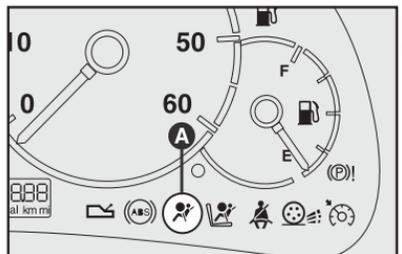

fig. 80
**Girando a chave na posição MAR, a luz-espia A-fig. 80 se acende mas deve apagar-se após cerca de 4 segundos. Se a luz-espia não se acender, permanecer acesa ou se acender durante a marcha, parar imediatamente e procurar a Rede Assistencial Fiat.**
Na eventualidade de alguma anomalia, acende-se a luz-espia A-fig. 80. Neste caso, procure a Rede Assistencial Fiat.